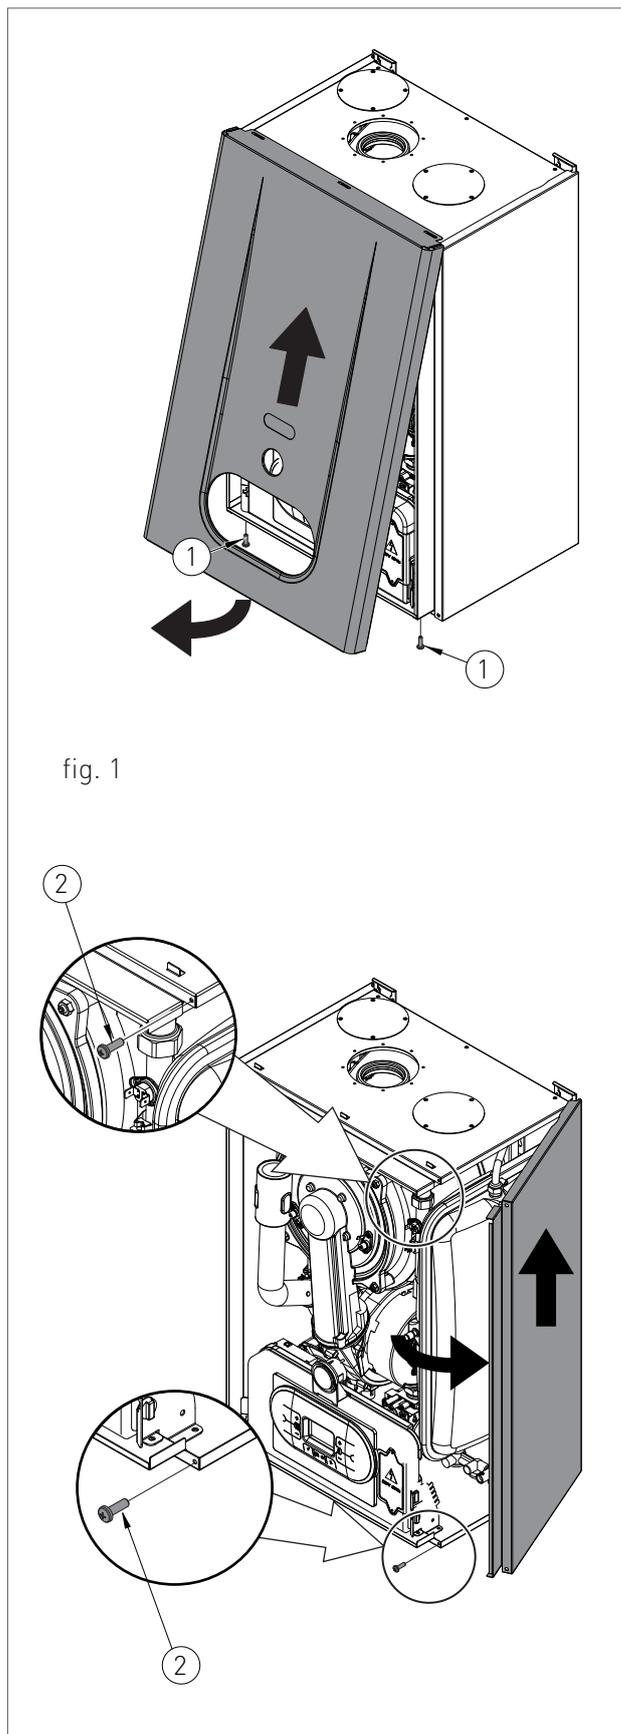

fig. 1
- > sujetar la parte inferior del panel y retirarlo desplazándolo hacia adelante y tirando hacia arriba (see fig. 1).
- > retirar los tornillos de fijación (2 - fig.1) situados en el extremo frontal del panel lateral;
- > sujetar la parte inferior del panel y retirarlo desplazándolo lateralmente y tirando hacia arriba (ver fig. 1).